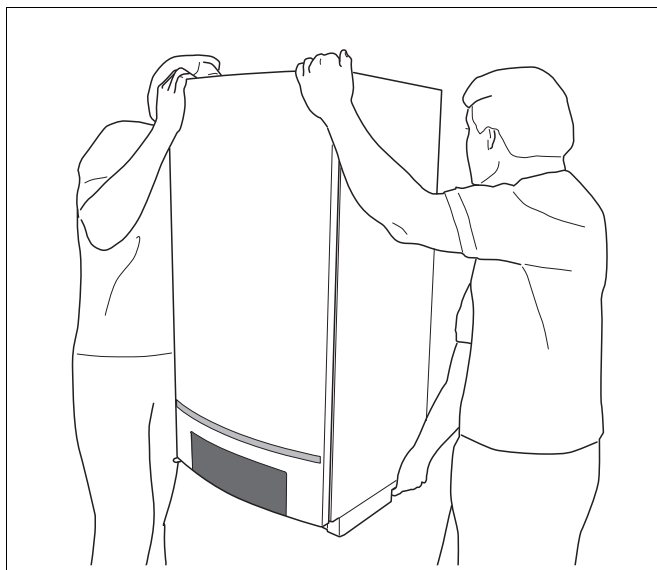

Fig. 2 Korrekt løft og transport af kedlen
For at løfte og bære kedlen kan du holde med den ene hånd bag på undersiden og med den anden hånd øverst på forsiden (fig. 2).
- Lad to personer løfte kedlen på bagsiden og på undersidens transportskinne, og sæt den op på vægholderen (fig. 2, side 10).